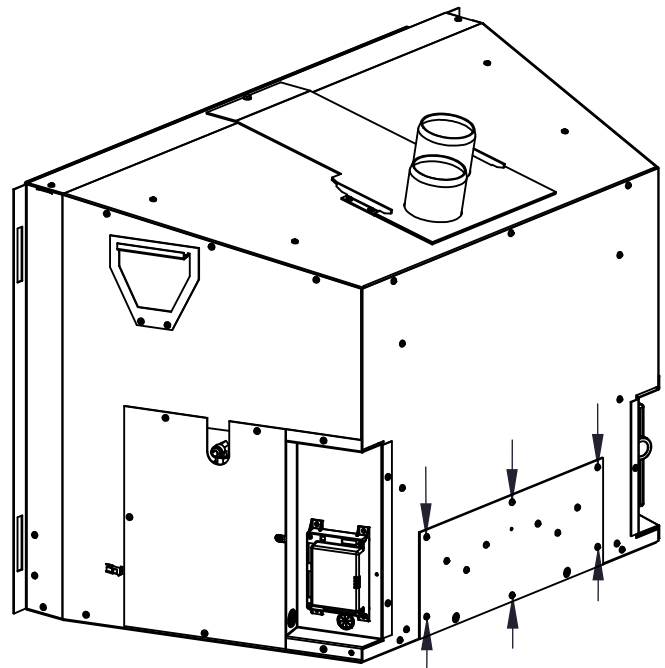

Figure 21: Enlèvement de Mount fan.
1. Utiliser un tournevis T-20 pour enlever les vis qui fixent la plaque de montage ventilateur en place voir la Figure 21.